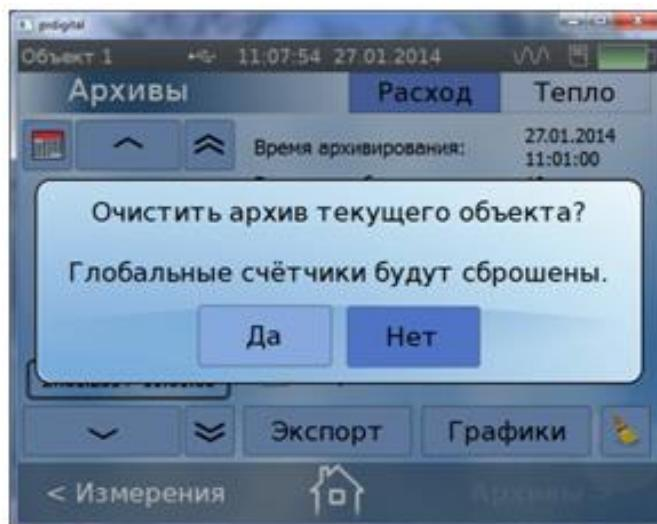

Рис.17. Окно очистки архивов текущего объекта.
- 4.10.5. При нажатии на иконку появляется возможность очистки архивов текущего объекта, причем на экране появляется предупреждающая надпись (рис.17). Для очистки архивов нажать кнопку **Да**, для отмены операции – кнопку **Нет**.